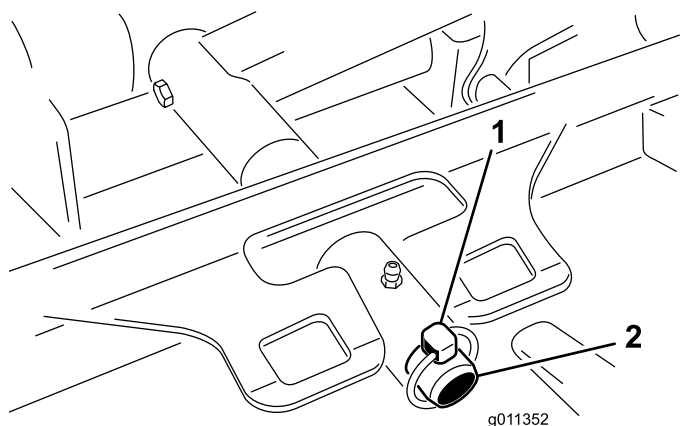

Figura 98
3. Rimuovete l'acciarino (per macchine Groundsmaster 4500) o il dado di fissaggio (per macchine Groundsmaster 4700) che fissa il telaio portante del piatto di taglio al perno orientabile del braccio di sollevamento (**Figura 98**).
2. Fate scorrere il telaio portante del piatto di taglio sul perno orientabile del braccio di sollevamento (Figura 98). Fissate il piatto di taglio al perno con l'acciarino (per macchine Groundsmaster 4500) o il dado di fissaggio (per macchine Groundsmaster 4700).